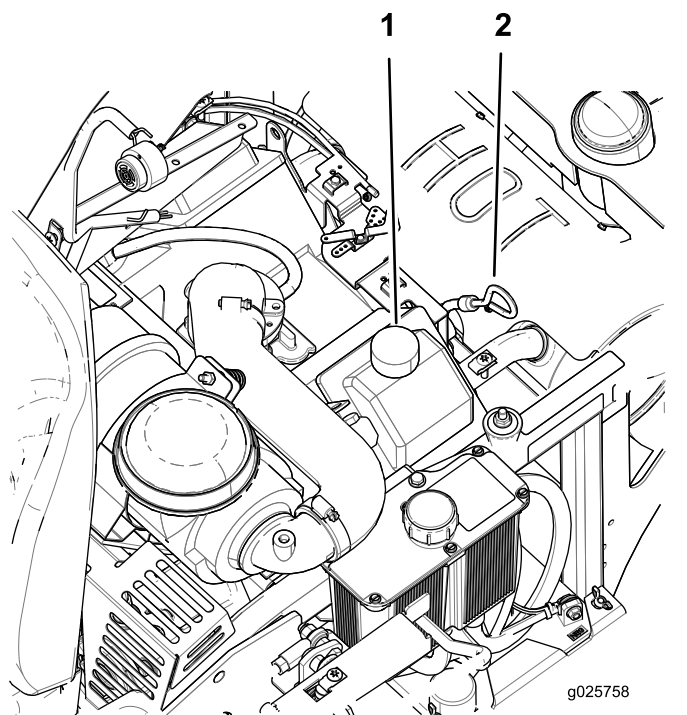

Figure 36
4. Pour éviter de faire tomber de l'herbe, de la poussière, etc., dans le moteur, nettoyez la surface autour du bouchon de remplissage-jauge d'huile, avant de l'enlever (Figure 36).
8. Si le niveau d'huile est trop bas, essuyez la surface autour du bouchon de remplissage, retirez le bouchon et faites l'appoint d'huile jusqu'à ce que le niveau atteigne le repère **maximum** sur la jauge (Figure 36).
5. Versez lentement environ 80 % de l'huile spécifiée dans le tube de remplissage, puis faites l'appoint lentement jusqu'à ce que le niveau atteigne le repère maximum (**Full**) sur la jauge (Figure 36).
6. Démarrez le moteur et conduisez la machine jusqu'à une surface plane et horizontale. Vérifiez à nouveau le niveau d'huile (Figure 36).